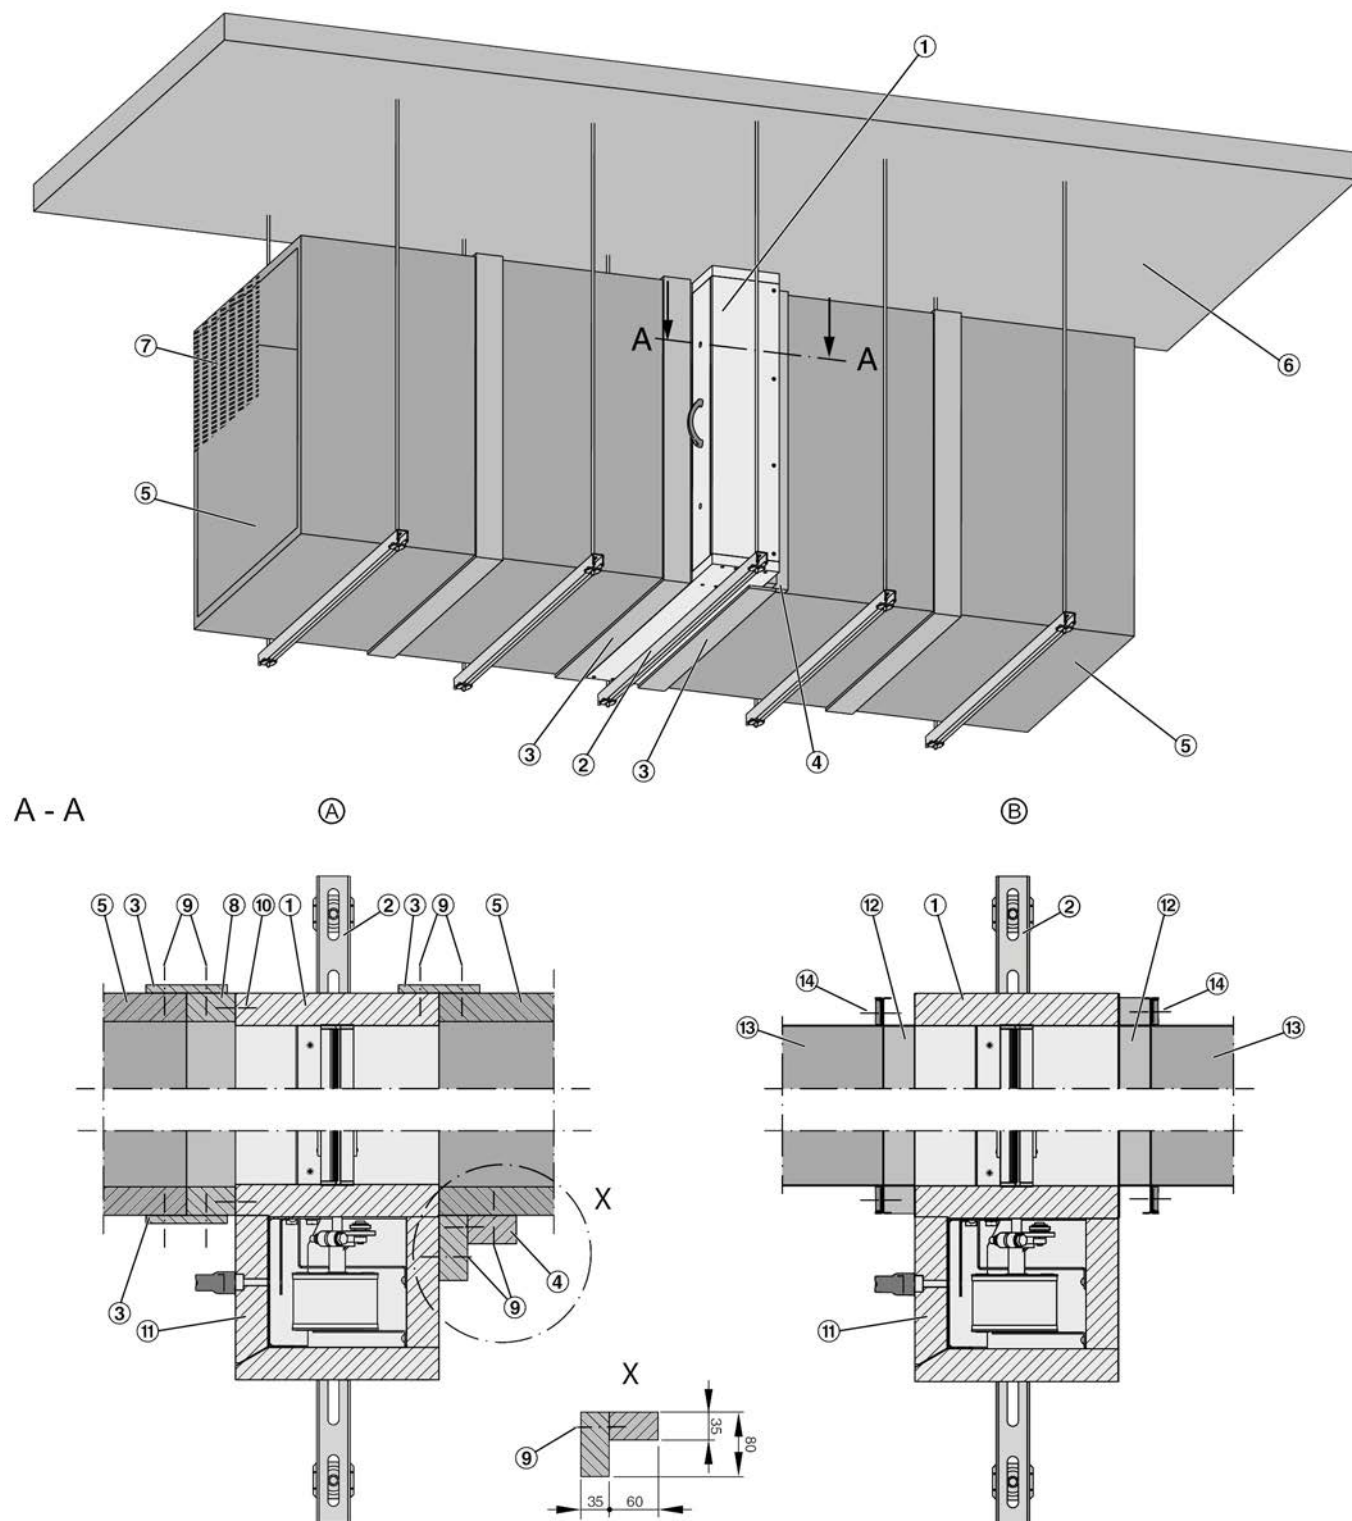

Fig. 32: Installazione in un condotto di evacuazione dei fumi orizzontale
- La scatola dell'attuatore deve rimanere accessibile per la manutenzione anche ad installazione terminata (copertura, Fig. 32 /11).
1. ▶ Realizzare un controtelaio di collegamento (Fig. 32 /8) di lunghezza necessaria dal pannello PROMATECT®-LS resistente al fuoco d = 35 mm x 60 mm o equivalente (fornito da terzi). Utilizzare viti autofilettanti (Fig. 32 /10) per collegarlo al lato operativo della serranda tagliafumo. Collocare le viti ($\varnothing 6 \times 100 \text{ mm}$, Fig. 32 /10) lungo il perimetro (fori pretrapanati $\varnothing 4 \text{ mm}$), posizionare le viti a una distanza di $\leq 250 \text{ mm}$, distanza dal bordo di 80 mm (sezione H) o 60 mm (sezione B). Accecare le teste delle viti!
4. ▶ Fissare una sezione angolare (Fig. 32 /4) tra la scatola dell'attuatore e il condotto di estrazione dei fumi.
5. ▶ Collegare il condotto di estrazione dei fumi resistente al fuoco alla serranda tagliafumo con una striscia (Fig. 32 /3) ↗ 6 «*Condotto di evacuazione dei fumi e griglia di copertura*» a pag. 66 .
1. ▶ Sospendere la serranda tagliafumo (Fig. 32 /1) con controtelai di collegamento su entrambi i lati (opzionale; Fig. 32 /12) ↗ 5.9 «*Sospensione della serranda antifumo*» a pag. 65 .
2. ▶ Portare il condotto di evacuazione dei fumi (Fig. 32 /13) alla serranda tagliafumo, su entrambi i lati, e sospenderlo.
3. ▶ Fissare con le viti (Fig. 32 /14) il condotto di evacuazione dei fumi al controtelaio di collegamento.